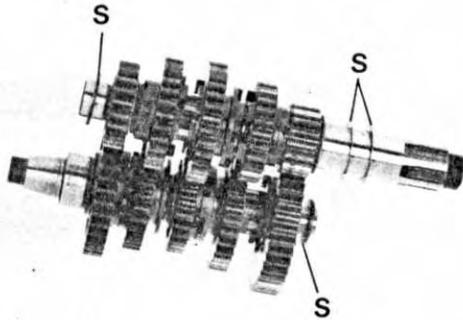

Fig. 140
**ATTENZIONE!** Alle estremità degli alberi del cambio si trovano degli spessori (s). E' indispensabile prestare la massima attenzione in modo da poter collocare, in fase di rimontaggio, le rondelle di rasamento esattamente dove si trovavano prima dello smontaggio (fig. 140).
**CAUTION!** Every gear shaft is shimmed. Be careful to return the shims (s) in the right place when rebuilding the gearbox (fig. 140).